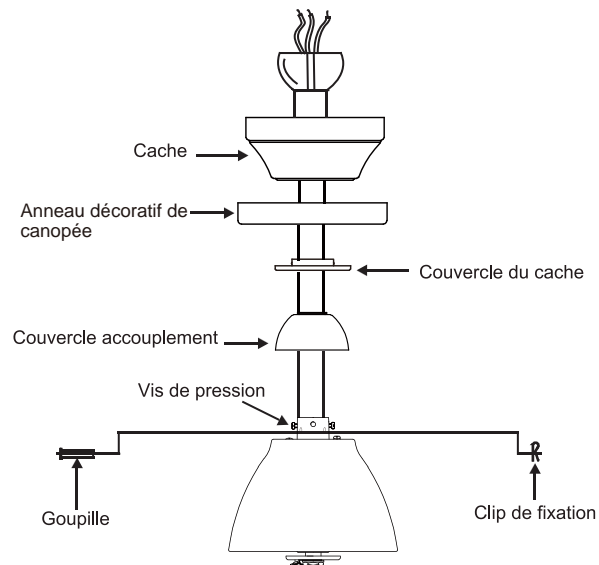

Fig. 11
Étape 9. Glissez le couvercle d'accouplement, le couvercle de la canopée, l'anneau décoratif de la canopée et le canopg sur la tige descendante. (Fig. 11)